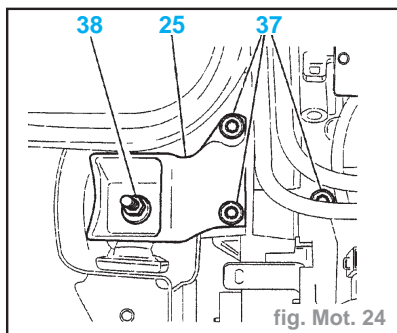

fig. Mot. 24
- Reposer le support moteur droit (25) (fig. Mot. 24).
- les vis (37) à **4,5 daN.m**
- l'écrou (38) à **4,5 daN.m**
- la butée (24), serrage à **3,2 daN.m**
- le pontet (23), serrage à **2,15 daN.m**